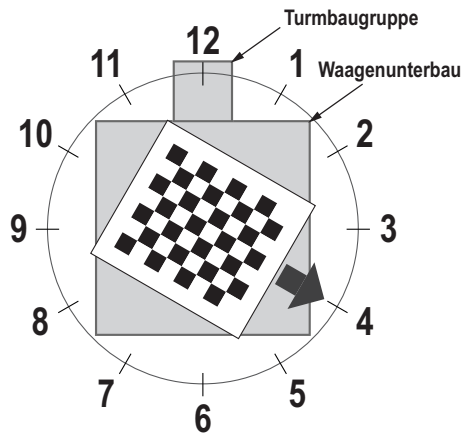

Abbildung 5-6. Drehung auf die 4-Uhr-Position
5. Richten Sie das Kalibrierungsobjekt so aus, dass das Fadenkreuz zentriert ist. Drehen Sie das Kalibrierungsobjekt auf die 4-Uhr-Position aus und nehmen Sie dabei die Turmbaugruppe als 12-Uhr-Position an (Abbildung 5-6).